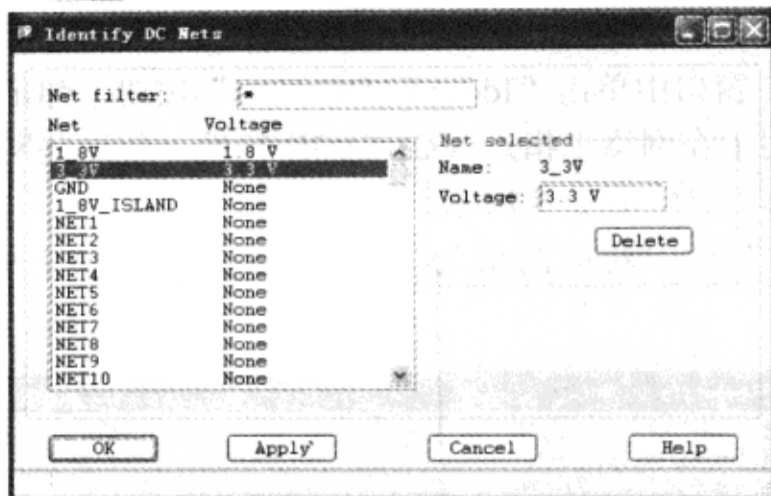

图 10-7-12 指定电压
(5) 双击“Voltage”栏中的“None”，输入“3.3”→按“Tab”键，此时网络的直流电压特性为 3.3V，如图 10-7-12 所示。